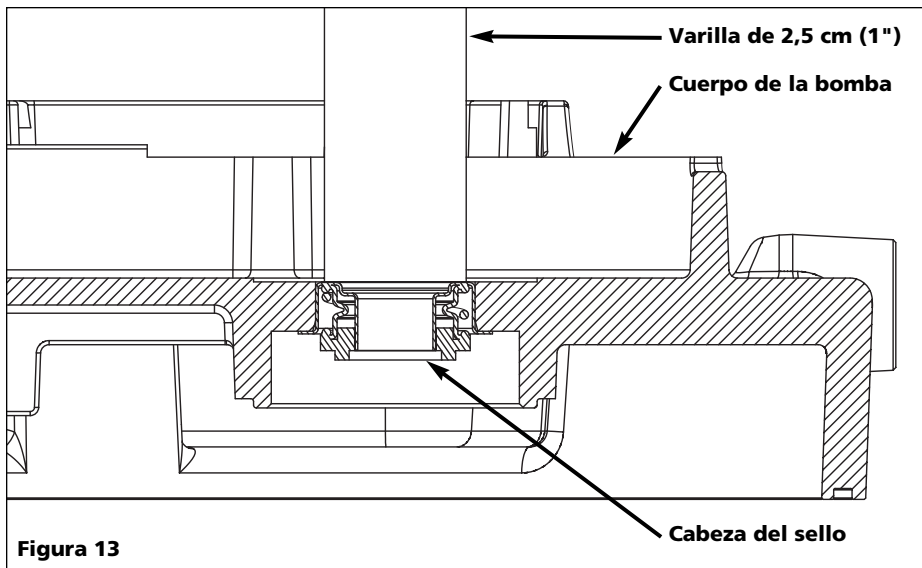

Figura 13
7. La otra mitad del sello (cabeza del sello) está ubicada en el cuerpo de la bomba. Utilice una varilla de 2,5 cm (1") de diámetro desde el lado donde está el motor en el cuerpo de la bomba para retirar el sello a presión (Vea la Figura 13).